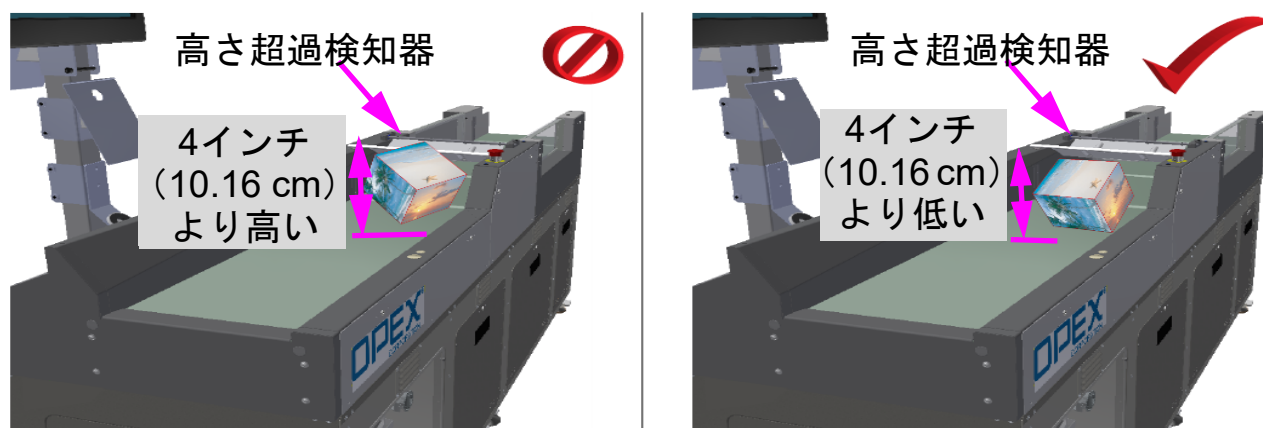
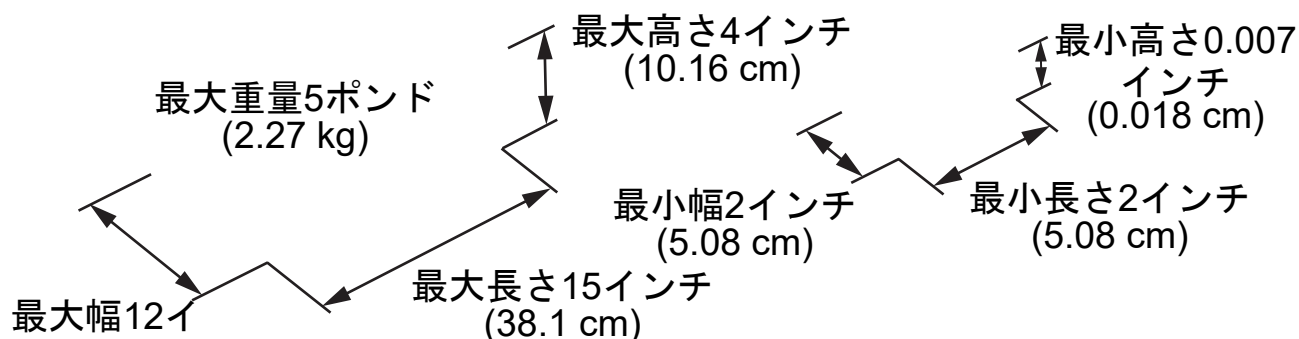

図 4-24: 高さが高すぎる物品の回転
図4-29: 仕様の制限
142 ページの図 4-29 で定義されているように、物品が指定された制限を超えていない場合にのみ、物品を回転させ、4インチより少し低くして、実行を再開させることができます（137 ページの図 4-24 を参照）。
1. 指定された制限を超えていないことを確認してください（142ページの図4-29を参照）。
注: 142 ページの図 4-29 で定義されているように、物品の指定された制限を超えないようにしてください。